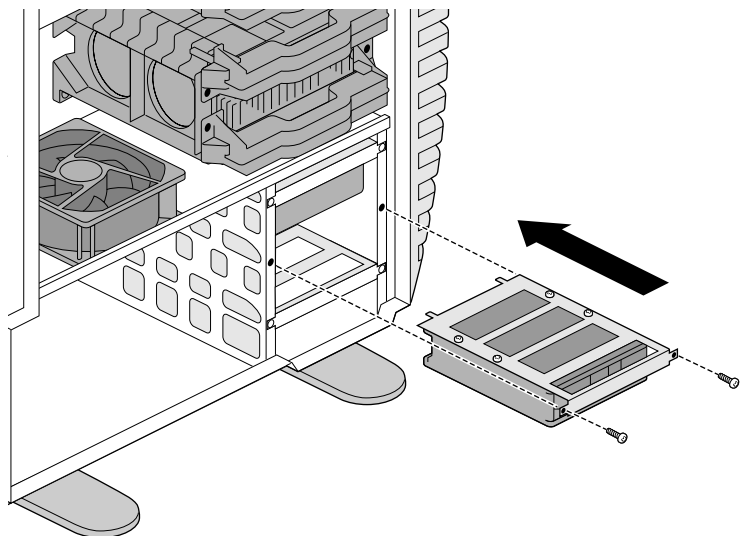

図 4-17 ドライブの本体への取り付け
8. ドライブの上面を下にした状態で、ドライブとブラケットを、使用していないドライブベイに挿入します (図 4-17)。